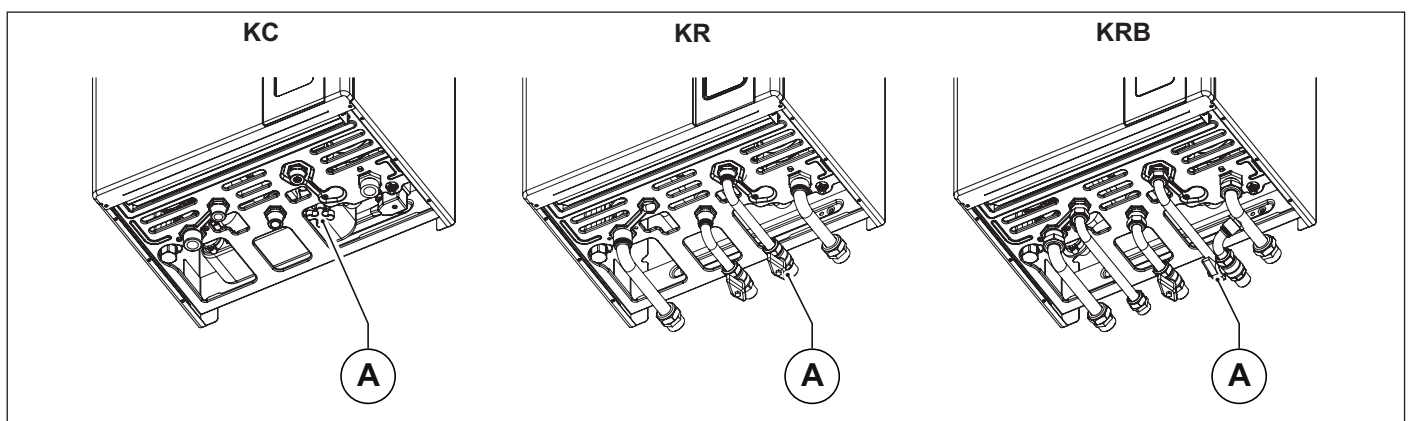

Fig. 2 Rubinetto di carico
Provvedere al riempimento dell'impianto agendo sul rubinetto di carico (A) (Vedi Fig. 2 Rubinetto di carico).